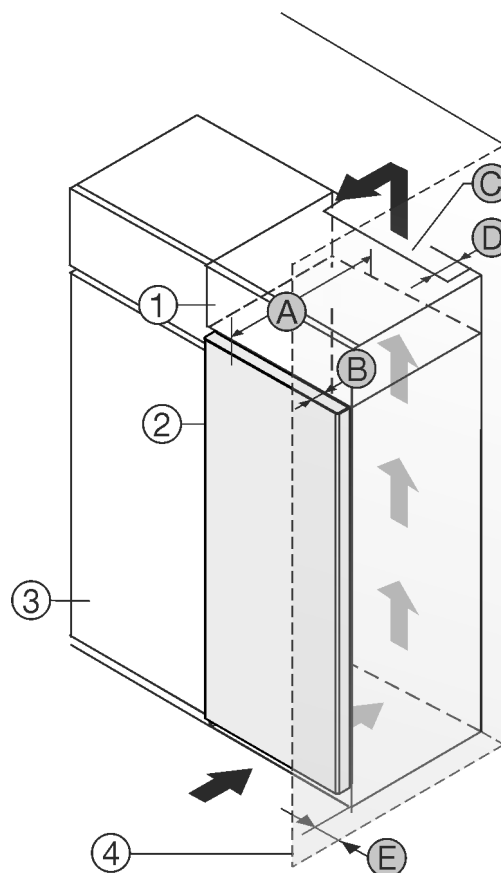

Fig. 1
Můžete přístroj nainstalovat přímo vedle kuchyňské skříňky Fig. 1 (3)*.
Na zadní straně nastavné skříňky musí být větrací šachta hluboká Fig. 1 (D) přes celou šířku nastavné skříňky.*
Pod stropem místnosti musí být dodržen ventilační průřez Fig. 1 (C)*.
Když přístroj instalujete závěsy vedle stěny Fig. 1 (4), musí být vzdálenost mezi přístrojem a stěnou minimálně 13 mm.*
Když přístroj instalujete závěsy vedle stěny Fig. 1 (4), musí být vzdálenost mezi přístrojem a stěnou minimálně 20 mm.*
Aby bylo možné dvířka plně otevřít, musí přístroj přesahovat o hloubku dvířek Fig. 1 (B) vůči přední linii kuchyňské skříňky. V závislosti na hloubce kuchyňských skříněk Fig. 1 (3) a použití vymezočů odstup od stěny může přístroj vyčnívat dále.*